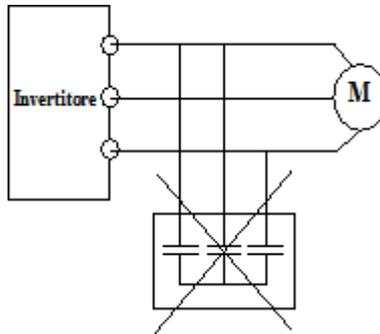

Figura 1-6 È vietato l'uso di condensatori.
- Non collegare varistori o condensatori ai morsetti di uscita dell'inverter, poiché la forma d'onda della tensione di uscita dell'inverter è un'onda a impulsi, in caso contrario si può verificare scatto o danneggiamento dei componenti; non installare inoltre interruttori o contattori sull'uscita dell'inverter, come mostrato nella Figura 1-6.